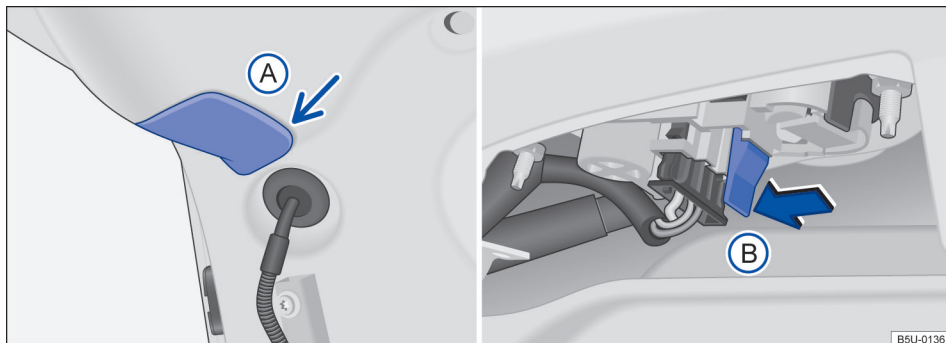

Fig. 114 Na tampa traseira: remover a cobertura e suporte das lâmpadas.
3. Com o auxílio de uma chave de fenda, remover cuidadosamente a cobertura (A) → Fig. 114 na tampa.
4. Para destravar o suporte das lâmpadas, pressionar a lingueta de travamento (B) → Fig. 114 e puxar o suporte das lâmpadas para fora.